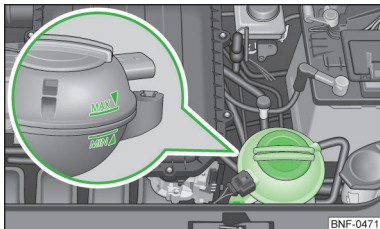

Fig. 101
Kølevæskens betegnelse er angivet på kølevæskebeholderen » Fig. 101 på side 111.
- Påfyld ikke kølevæske over markeringen **MAX**-markeringen » Fig. 101 på side 111.
Kølevæskebeholder » Fig. 101
» Kontroller kølevæskestanden på kølevæskebeholderen » Fig. 101.
Når motoren er driftsvarm, kan kontrolresultatet blive upræcist. Kølevæskestanden kan også ligge over MAX-markeringen » Fig. 101.